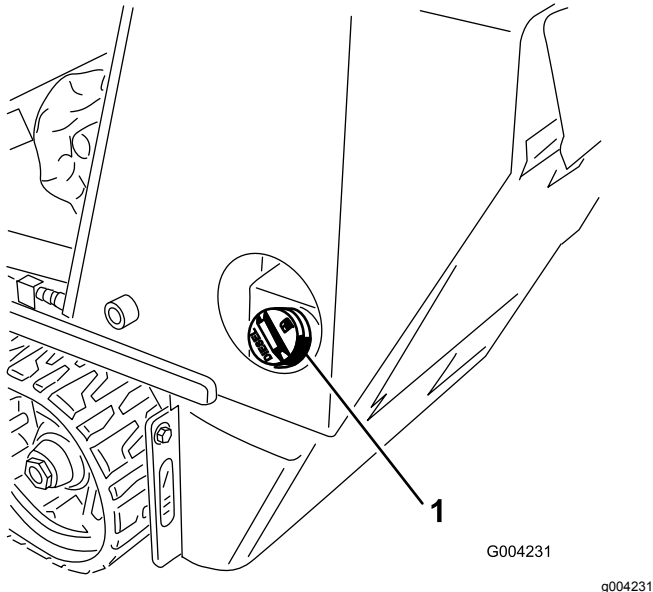

Figura 13
3. Pulite l'area attorno al tappo del serbatoio del carburante e rimuovetela (Figura 13).